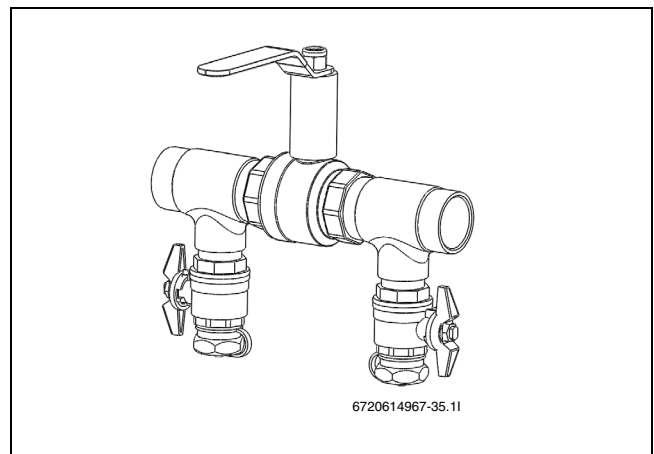

Bild 23 Påfyllnadssats i påfyllningsläge
- Vrid ventilerna på påfyllnadsatsen så att de står i påfyllningsläge (→ Bild 23).